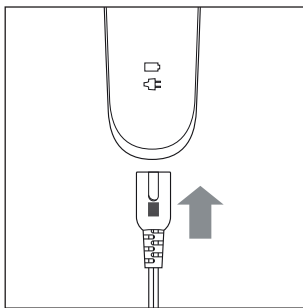

Fig. 1
- 2) Collegare lo spinotto cavo  dell'adattatore di rete  all'apparecchio (vedere fig. 1).
- 2) Collegare lo spinotto cavo ❸ dell'adattatore di rete ❷ all'apparecchio (vedere fig. 1).
- 3) Inserire la spina dell'adattatore di rete ❷ in una presa ben accessibile (100 - 240 V ~, 50/60 Hz).
- 4) Accendere l'apparecchio portando l'interruttore on/off I/O ❺ in posizione I.